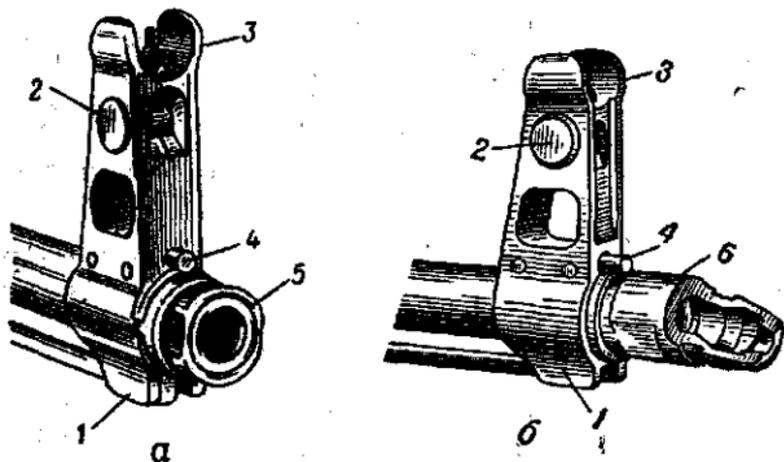

Рис. 26. Основание мушки:
**Компенсатор** (рис. 26) служит для повышения кучности боя при стрельбе **очередями** из неустойчивых положений (на ходу, стоя, с колена). Он имеет цилиндрическую едсть для навинчивания компенсатора на **ствол и выступ** с косым срезом. Сзади на **цилиндрической** части имеется паз, в который **заходит** фиксатор, удерживая компенсатор на **стволе** в заданном положении. Внутри выступа сделана проточка, образующая компенсационную камеру и буртик. После вылета пули из канала ствола пороховые газы, попадая в компенсационную камеру, создают избыточное давление, которое отклоняет дульную часть автомата в сторону выступа (влево — вниз). Снаружи на выступе имеется Т-образный паз для удержания крышки пенала при чистке ствола.
**Основание** мушки (рис. 26) имеет упор для шомпола и рукоятки штыка-ножа, отверстие для ползка мушки, предохранитель мушки и фиксатор с пружиной; фиксатор удерживает от свинчивания со ствола втулку для стрельбы холостыми патронами, компенсатор и муфту ствола, а также крышку пенала от проворачивания при чистке канала ствола.